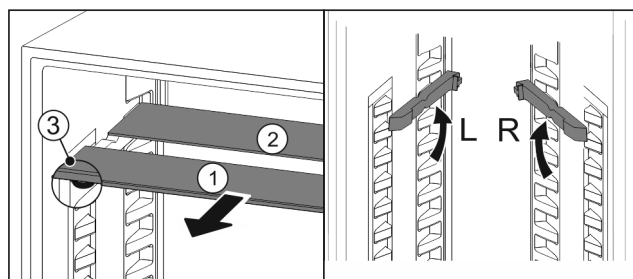

Fig. 190
- estrarre i ripiani di vetro singolarmente tirando in avanti Fig. 190 (1).
- Il piano in vetro Fig. 190 (1) con il motivo ornamentale è nella parte anteriore.
- I fermi Fig. 190 (3) sono rivolti verso il basso.